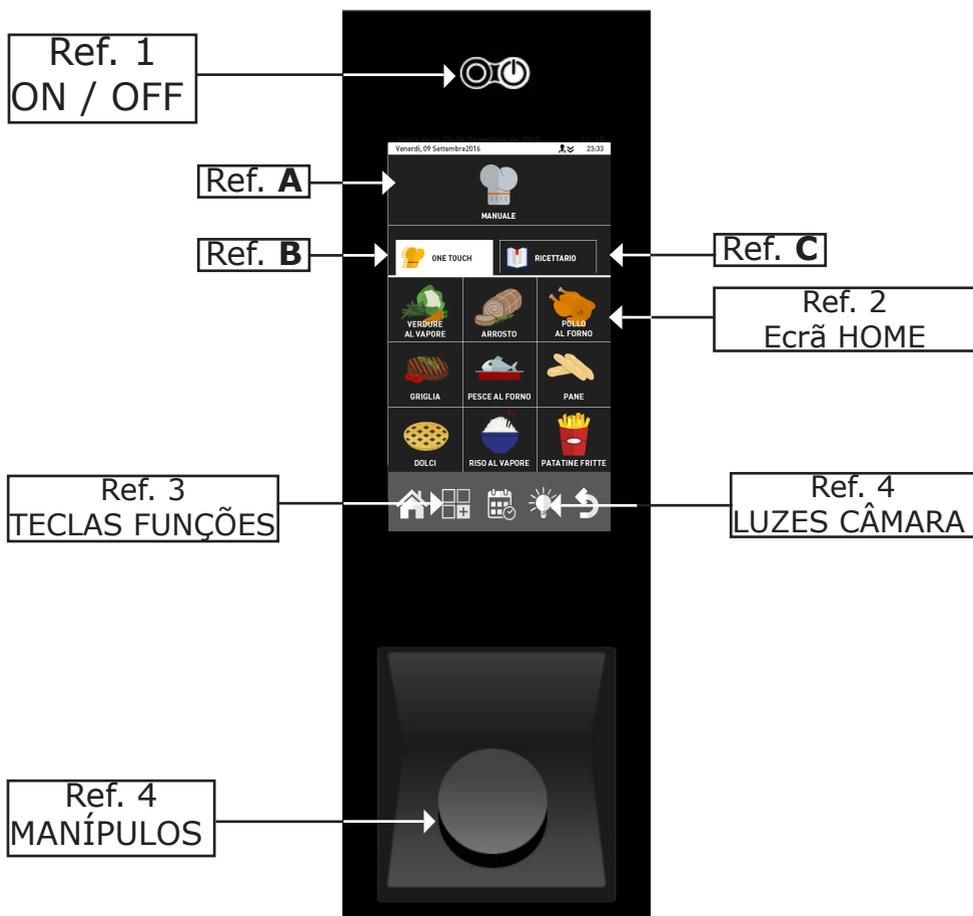

Fig. 13
Ligue o forno com a tecla "ON / OFF" **Ref. 1 Fig.13.**
As luzes na câmara de cozedura premindo o botão adequado (**Fig.13 - Ref.4**) acendem-se e, após 45 segundos, se não forem desligadas premindo novamente o botão, apagam-se automaticamente.
Ligue o forno pressionando a tecla "ON/OFF" (ref.1 Fig.13), no ecrã surgirá a janela inicial "HOME" (Ref. 2 Fig. 13).